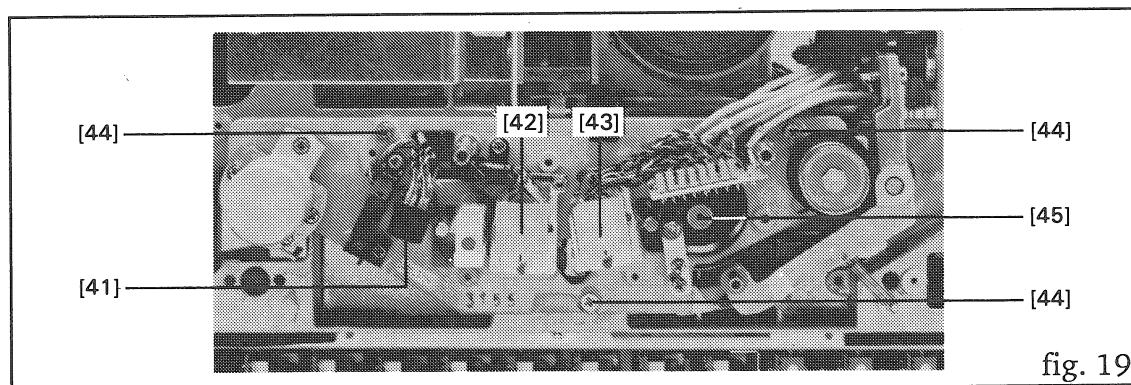

fig. 19
- Desserrer 3 vis [44] (fig. 19) du support de têtes.